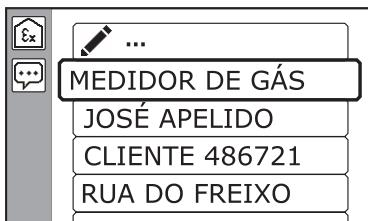

Fig. 20: Lista das observações
As observações podem ser reproduzidas ou selecionadas a partir de uma lista das últimas 10 observações (fig. 20).
5. Confirme a pergunta. Surge a lista de observações (fig. 20).